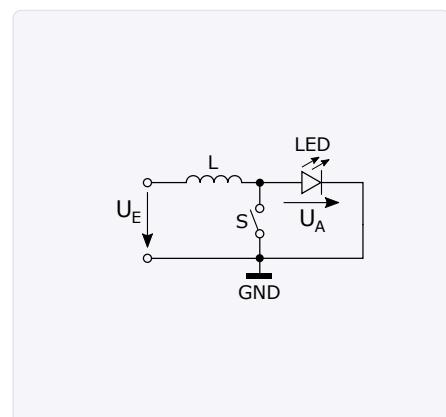

Figure 3. C'est une LED qui remplace diode et condensateur.
Cette tension induite est ajoutée à la tension d'alimentation. Ainsi, la tension  $U_A$  appliquée à la diode  $D$  est plus élevée que la tension d'alimentation avec laquelle est chargé le condensateur  $C$ . Si l'interrupteur  $S$  est refermé, le processus se répète. Or, puisqu'une LED est par nature une diode, la diode  $D$  peut être remplacée ici par une LED (**fig. 3**). Laquelle peut être reliée directement au potentiel GND. Comment mettre en œuvre ce principe d'élévation pour une LED avec un µC ? En utilisant habilement les différentes configurations possibles de ses ports ! Les entrées/sorties (E/S) d'un µC peuvent en effet être utilisées soit en mode *push-pull* soit en mode *drain ouvert*. En *push-pull*, un niveau logique de sortie haut (1) se traduit par le potentiel d'alimentation  $V_{CC}$  sur la broche du port concerné, tandis qu'au niveau logique bas (0) corres-